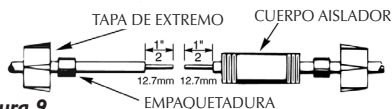

Figura 9
4. Destornille las tapas de plástico de los aisladores. Coloque una capa y una camisa de empaque de neopreno en cada extremo de cable que se deba empalmar (consulte la figura 9).
5. Deslice el cuerpo aislador en un extremo del cable (figura 9).